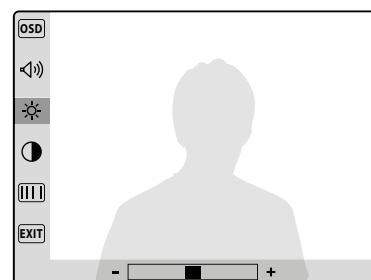

Fig. 3A
- La luminosità (8 livelli **Fig.3A**);